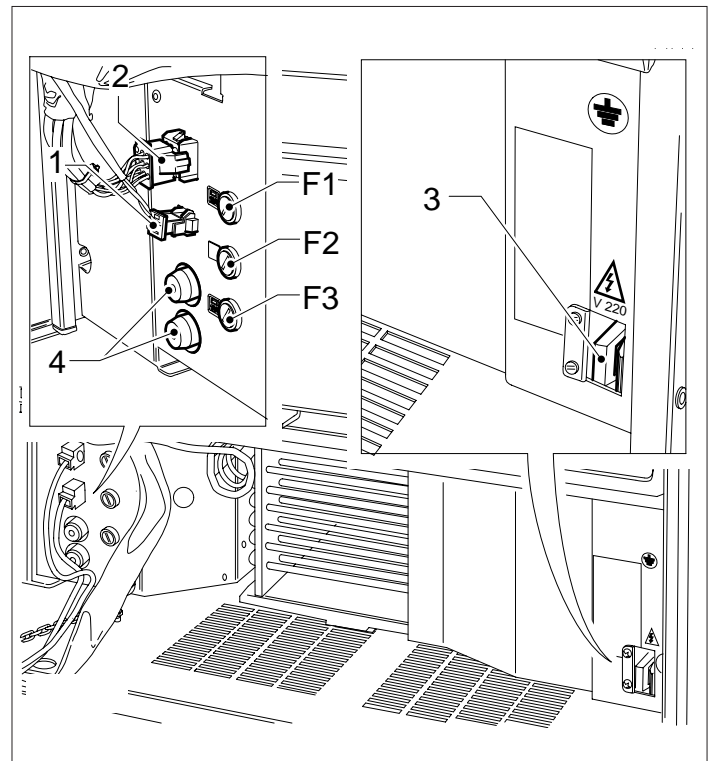

FIG.6.4
- El expendedor está provisto de un cable de alimentación HO5VV-F 3x1,5 mm², con clavija SCHUKO que alimenta la tarjeta de alimentación en la que se instalan los fusibles de protección (Fig.6.4).